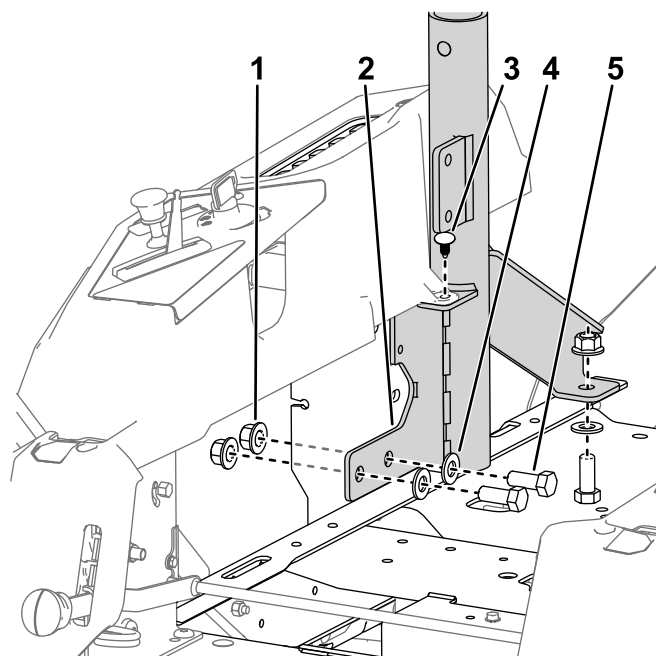

Figura 4
3. Fissate le linguette dei gusci al supporto del ROPS con rivetti a spinta stretti (Figura 4).